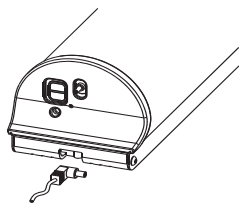

Abb. 1
Abb. | Fig. 1
2. Führen Sie den Adapter-Stecker durch das Loch in der Rückwand, bevor Sie diesen an der Wand befestigen (Abb. 1 und 2). Schließen Sie den Stecker an die Buchse am Steuerkasten an.
Insert the adapter plug through the hole in the rear panel before attaching it to the wall (Fig. 1 and 2). Connect the plug to the socket on the control box.